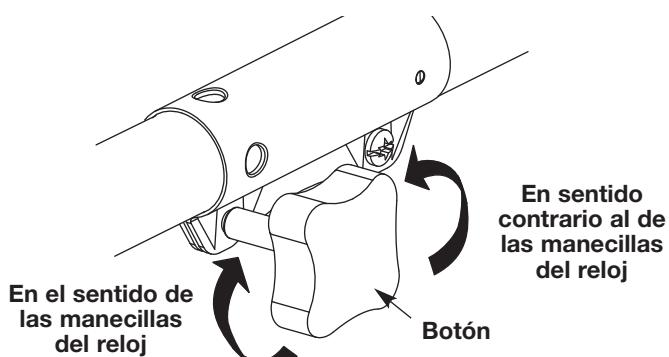

Fig. 1
- Apriete el botón girándolo hacia la derecha (Fig. 1).
1. Para aflojarlo, gire el botón en el sentido opuesto al de las manecillas del reloj (Fig. 1).